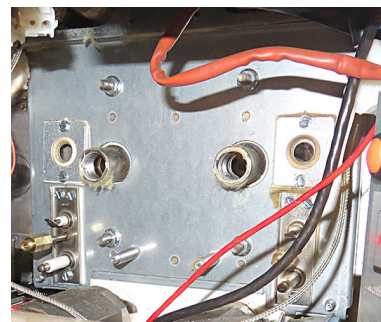

図 32
38. 外側の断熱材を取り外し、すべての断熱材を確実に取り外します（図 32 を参照）。